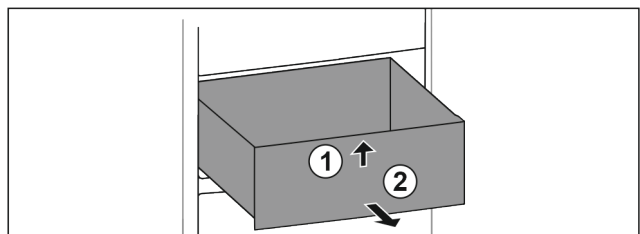

Fig. 120
- ▶ Підняти висувний ящик спереду. Fig. 120 (1)
- ▶ Вийняти висувний ящик рухом вперед. Fig. 120 (2)